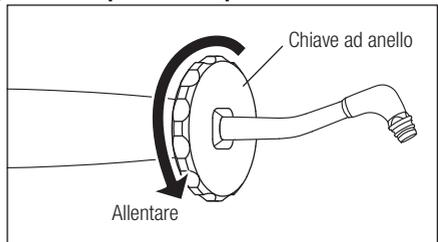

Fig. 14
- 3) Allentare il puntale facendo passare la chiave ad anello in dotazione attraverso il puntale stesso fino a rimuoverlo dal manipoles. (Fig. 14)